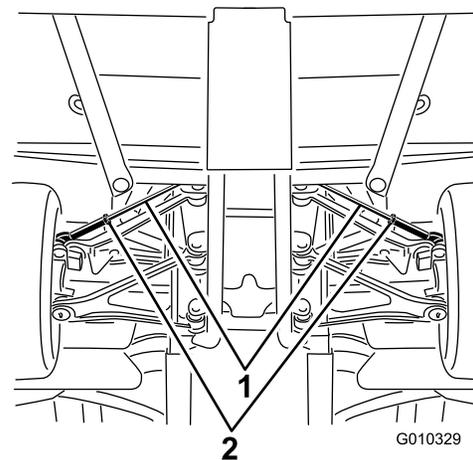

図 49
A. タイロッドの中心についているジャムナットをゆるめる(図 49)。